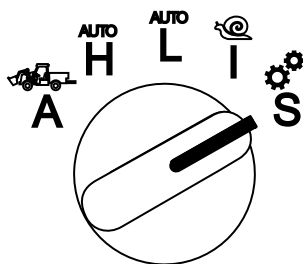

Figura 19
1. Girate il selettore della modalità operativa in posizione S (Figura 19).